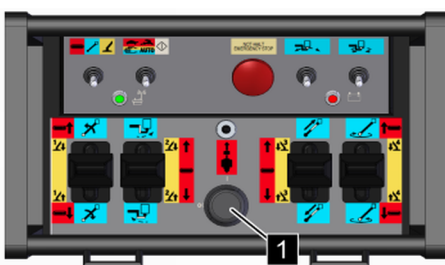

Fig. 102: Commande radio
1. ➔ Eteindre la commande radio. Pour cela, tourner le commutateur (Voir la Fig. 102/1) sur [0].